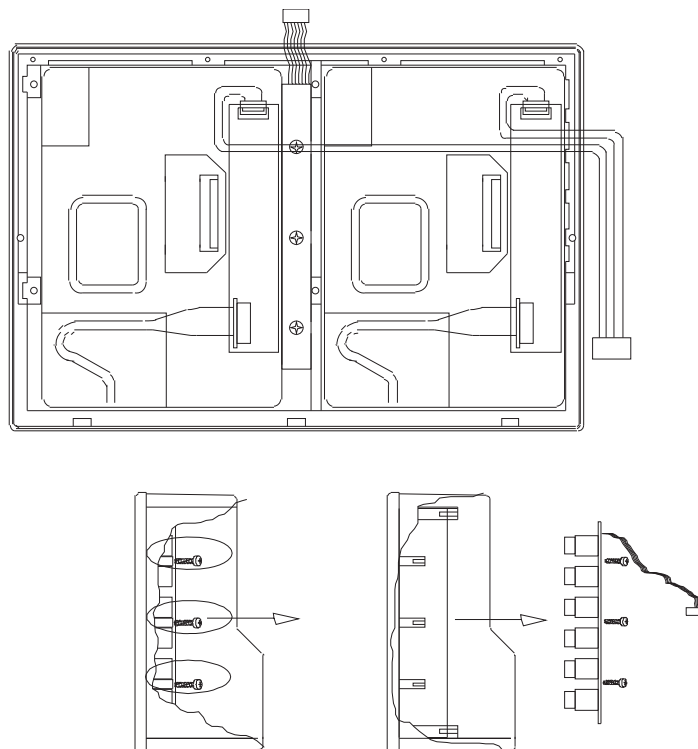

Bild 4-17: Entfernen des Tastenprints
8. Lösen Sie die Befestigungsschrauben des Tastenprints und entfernen Sie die Printplatte aus dem Gerät. (Bild 4-17)